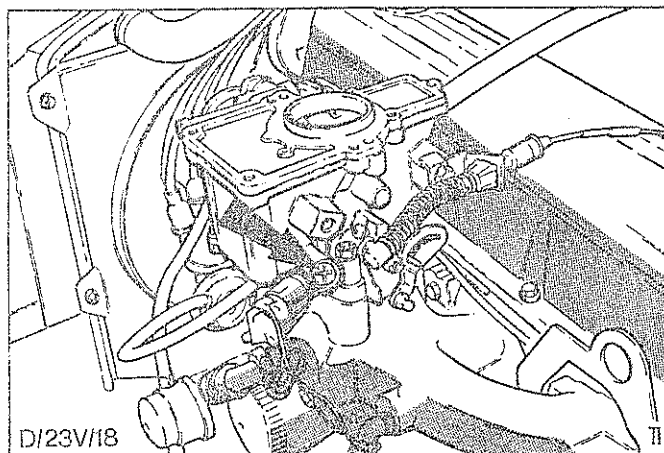

Abb.37 Blindstopfen, Leerlaufgemisch-Einstellschraube
7. Blindstopfen mit einem Schraubendreher vorsichtig entfernen, Abb.37.